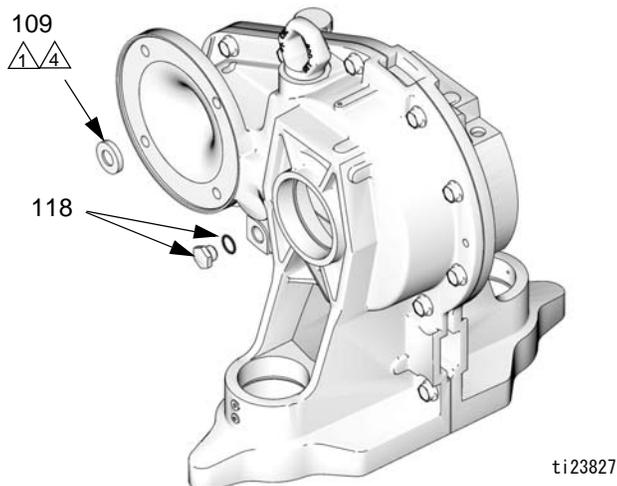

図4. ギア減速機シール
- 図4を参照してください。ギア減速機のモーター側で、油抜きプラグ(118)をガスケットと共に捻って取り外します。入力シール(109)を硬化させたシートメタルネジで貫通し、引き出します。